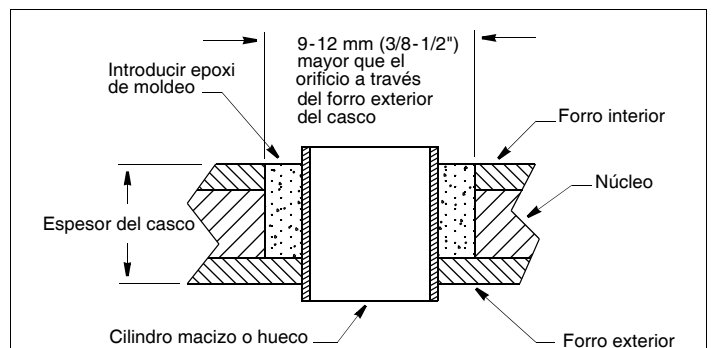

Figura 4. Preparación de casco de sandwich de fibra de vidrio
- Con una broca hueca de 51 mm o 2", recorte el orificio desde el exterior del casco únicamente a través del forro exterior (Figura 4).